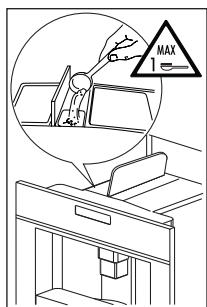

Fig. 26
- Sollevare il coperchietto al centro, inserire nell'imbuto un misurino di caffè pre-macinato (Fig. 26), spingere l'elettrodomestico verso l'interno e procedere poi come descritto nel cap. "Preparazione del caffè (utilizzando il caffè in chicchi)".